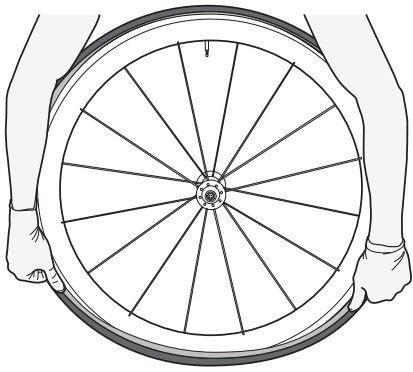

Figura 35.
7. Continue descendo pelo pneu, pressionando-o para dentro do aro até que haja apenas alguns centímetros do restante do pneu para fora do perfil do aro (Figura 35).